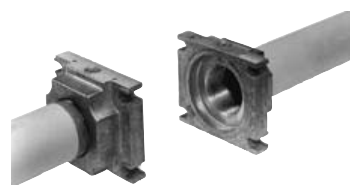

Рис. 9
1. Установить фланец на трубе. Использовать соответствующую газу оснастку (Рис. 9)